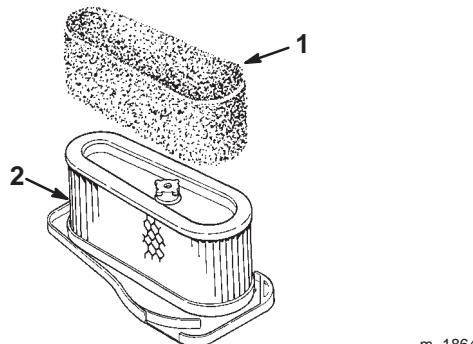

Figure 19
4. Glissez délicatement l'élément en mousse hors de l'élément en papier (Fig. 19).
- Glissez délicatement l'élément en mousse sur l'élément en papier (Fig. 19).